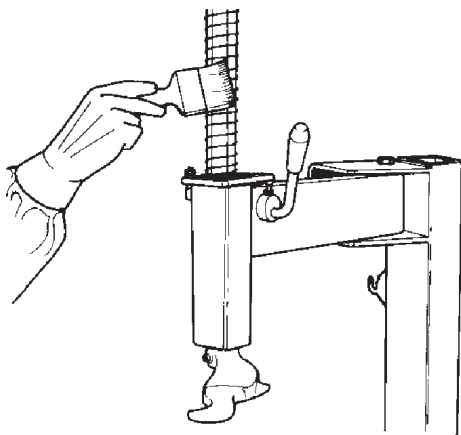

Fig.7.0-1
**A.** Nettoyer périodiquement la tige hexagonale avec un détergent liquide non inflammable. Lubrifier avec de l'huile (Fig.7.0-1).